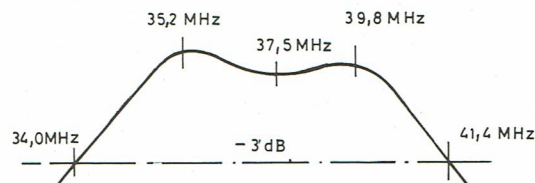

FIG. 16
- Régler : L 326 (T 311) et L 327 (T 312) pour obtenir la courbe fig. 16.